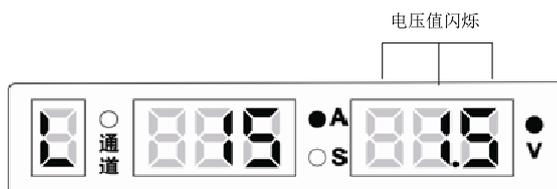

图3-34 锁定电压调节范围界面
5. 在锁定电压调节范围界面下，右边数码管闪烁，显示如图 3-34 所示。用主机面板旋钮设定好电压调节范围，按**存储**键确认后自动进入参数锁定焊接状态。默认锁定电压调节范围为 $\pm 1.5V$ 。